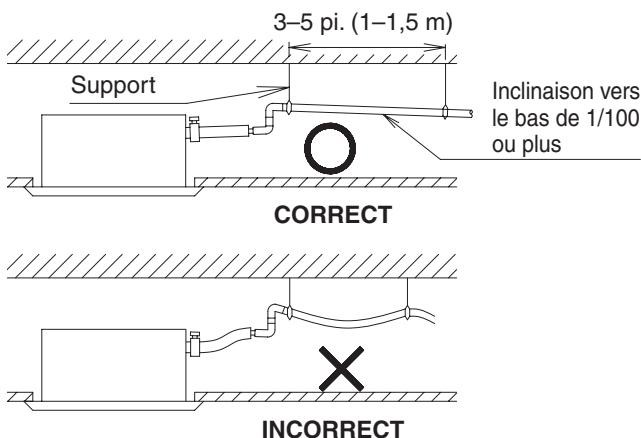

Fig. 14
- Faites en sorte que la tuyauterie d'écoulement soit aussi courte que possible, avec une inclinaison descendante de 1/100 ou plus, où l'air ne peut stagner. **(Reportez-vous à la Fig. 14)** Il est possible d'entendre des bruits de bulle.
- Installez les supports à intervalles de 3 à 5 pieds (1-1,5 m) afin que la conduite ne puisse dévier. **(Reportez-vous à la Fig. 14)**
- Veillez à utiliser le tuyau d'évacuation (1) et le collier métallique (2).